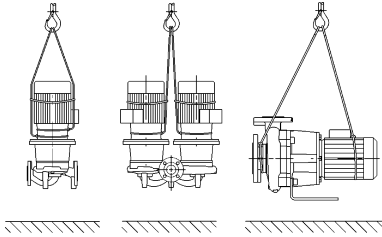

Fig. 7. Транспортування насоса
- Транспортні вушка на двигуні призначені при цьому лише для направлення під час підймання вантажу (Fig. 7).